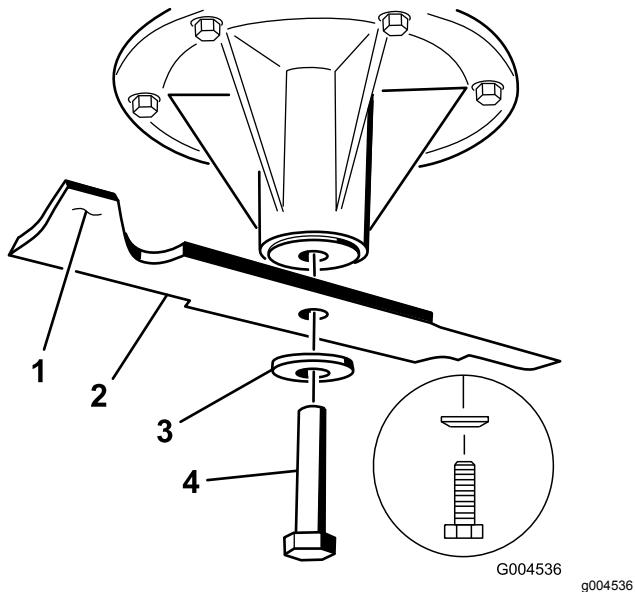

Figura 80
2. Instale la cuchilla en el eje (Figura 80).
3. Instale la arandela curva y el perno de la cuchilla (Figura 80).
**Nota:** El cono de la arandela curva debe estar orientado hacia la cabeza del perno (Figura 80).